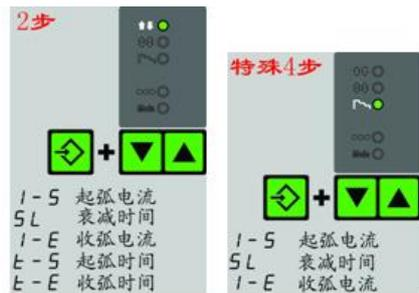

图29-7 收弧、起弧等参数设定
- (0) 为一般的过渡力；
- (7) 根据焊接材料设定起弧电流、收弧电流、起弧时间、收弧时间、衰减时间等参数，如图29-7所示。